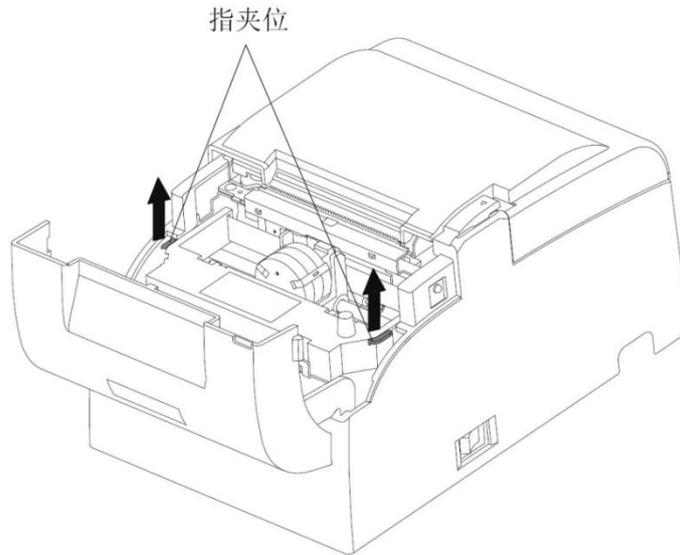

图 5
- 6) 更换色带时，请将打印头推到最右侧，再按图5箭头所示抬起色带两侧的指夹位。